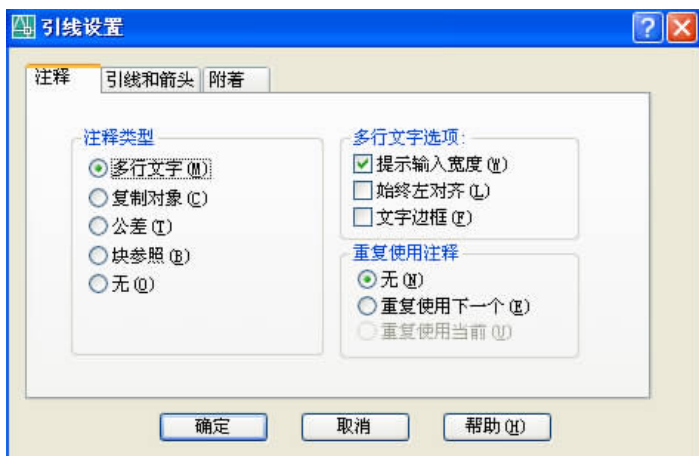

图 6.42 “注释”选项卡
在命令行提示“指定第一个引线点或 [设置(S)] 设置 :”后,回车,则进入“引线设置”对话框,如图 6.42 所示,可以设置引线标注的形式。
(1) “注释”选项卡如图 6.42 所示,有三组框架。